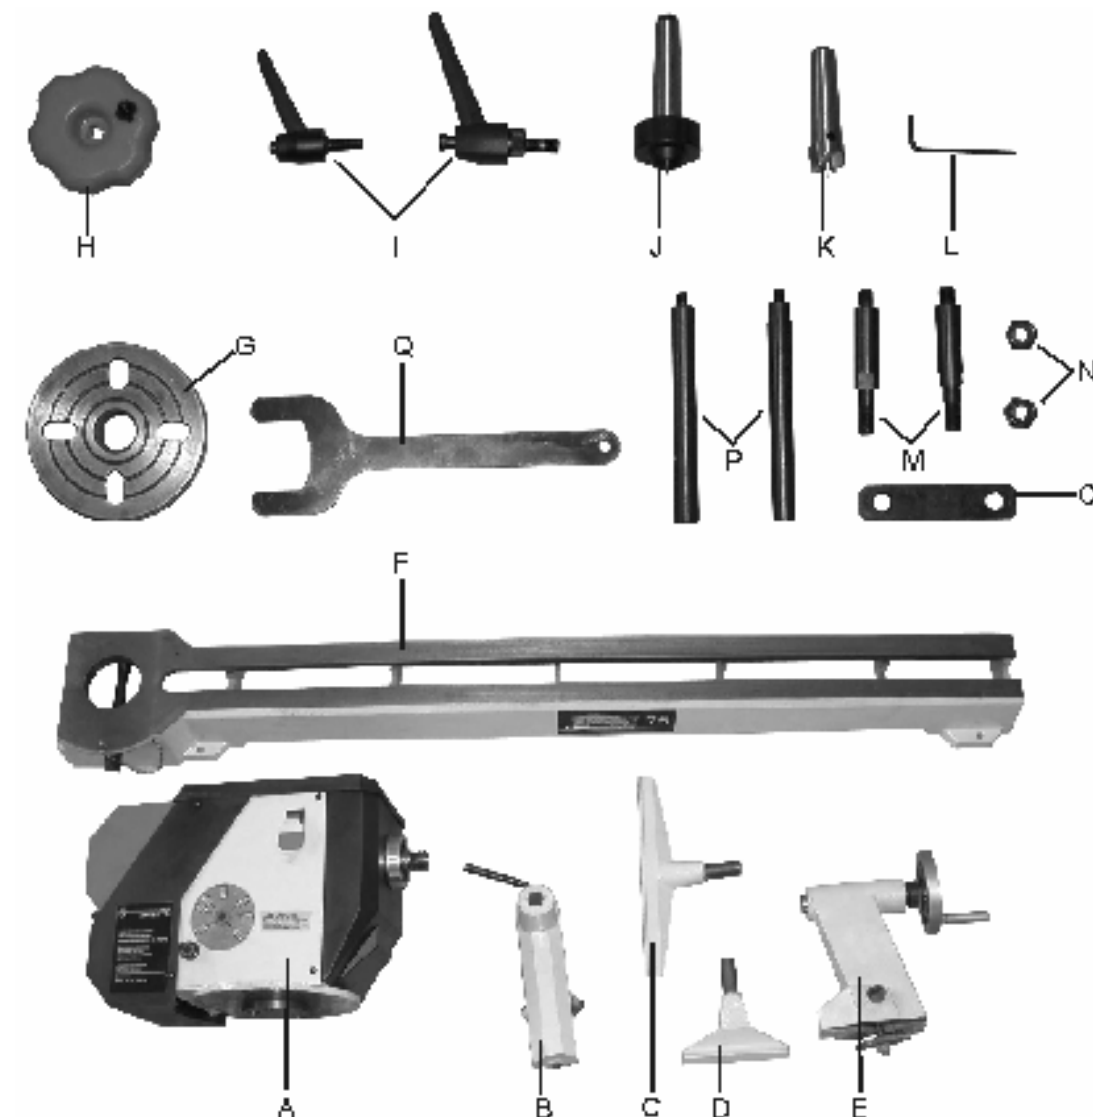

Рис.1
- 6.3. Проверить комплектность машины согласно (Рис.1).